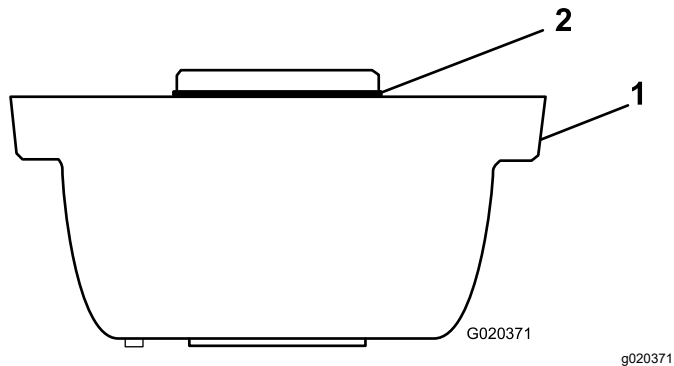

図3
1. 図3図のように、ローラブラシハウジングにOリングを取り付ける。